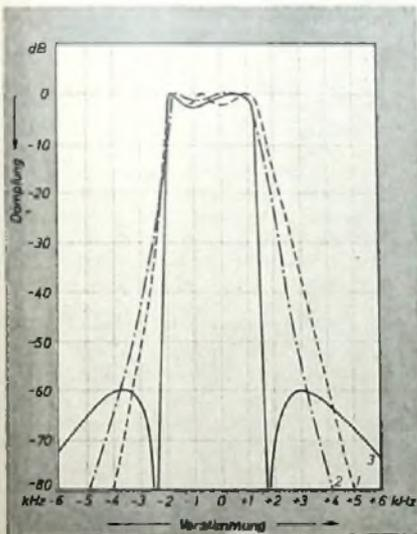

Bild 1. Dämpfungskurven verschiedener Filter. 1 = Doppelquarzfilter (Rückert), 2 = mechanisches Filter (Collins), 3 = beschriebenes Quarzbrückenfilter
Bei den heute auf den Amateurbändern herrschenden Zuständen ist man gezwungen, immer selektivere Empfänger zu bauen. Höhere Selektivität bedeutet bei Telefonieempfang aber nicht kleinere Bandbreite, sondern größere Flankensteilheit. Für Einseitenbandempfang von AM und PM, der bei Störungen vom überlagerten Seitenband auf das ungestörte zu wechseln ermöglicht, ist eine nahezu rechteckige ZF-Kurve Voraussetzung, um den Träger auch wirklich unmittelbar auf die Eckfrequenz des Filters abstimmen zu können. Der übliche 80-kHz- oder 90-kHz-Verstärker, „Q-Ser“ genannt, ist dafür nicht geeignet, da der „flat top“ fehlt [3]. Für Telefoniebetrieb sind 2,5...3,5 kHz Bandbreite und eine Dämpfung von -40 dB bei 1 kHz Verstimmung von der Eckfrequenz (-3 dB) das mindeste, was heute von einem guten Empfänger verlangt werden muß. Rückert erreicht mit dem Doppelquarzfilter -50 dB auf der einen Seite und -15 dB auf der anderen [3]1) (Kurve 1 im Bild 1). -15 dB Dämpfung auf der höherfrequenten Seite sind aber recht wenig; sie entsprechen etwa der Selektivität eines 8...10-Kreis-Bandfiltersupers. Höhere Flankensteilheiten lassen sich auf verschiedenen Wegen erreichen. Um nur die wesentlichsten zu nennen:
1. Das mechanische Filter. Für die meisten Amateure ist aber die Collins-Ausführung nahezu unerschwinglich. Auch der Selbstbau ist sehr schwierig. Kurve 2 im Bild 1 zeigt den Dämpfungsverlauf des mechanischen Filters.
4. Die Quarzbrückenfilter, das „Lattice“- und „Half-Lattice“-Filter. Ein solches Half-Lattice-Filter soll im folgenden beschrieben werden. Bei wirklich äußerst geringen Baukosten erreicht man hiermit eine Selektion, die die geforderten Mindestwerte noch weit übertrifft (Kurve 3 im Bild 1). Selbst das mechanische 3-kHz-Filter von Collins hat einen wesentlich ungünstigeren Selektionsverlauf.